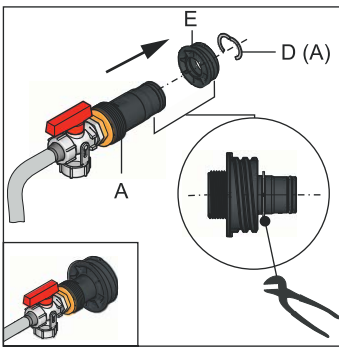

Bild 9-3 KFE-Befüllanschluss komplettieren
- 1 KFE-Befüllanschluss in Gewindestück (Bild 9-3, Pos. E) einstecken und mit Klemmstück (Bild 9-3, Pos. D) sichern.